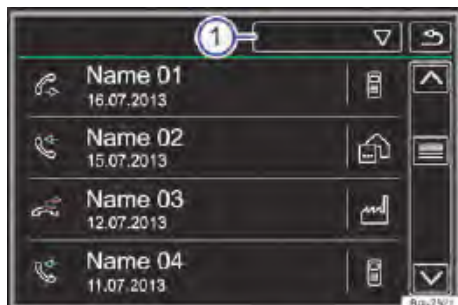

Fig. 154 Menú Llamadas (listas de llamadas).
Tocar el botón de función  → fig. 154 ①.